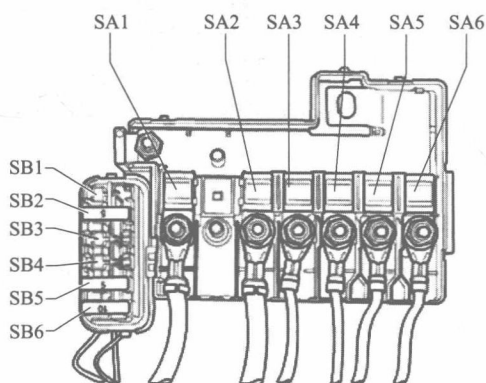

图 1-2 熔断器 SA、SB 分布
① 熔断器 SA 在左蓄电池上方熔断器架内，熔断器位置见图 1-2。
② 熔断器 SB 在左蓄电池上方右侧熔断器架内, 熔断器位置见图 1-2。